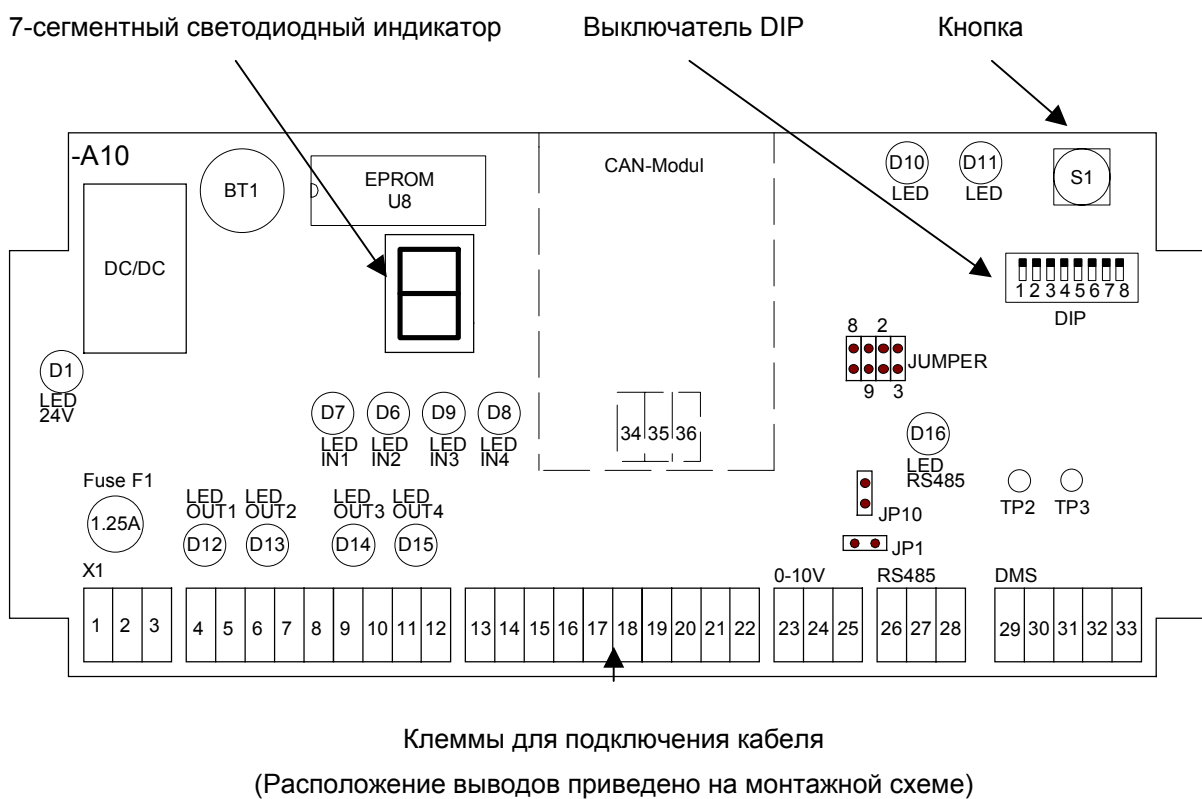

Рис. 2.1
1. Соединение: Электроника гибкого стержня (клеммы 29-33 на рис. Рис. 2.1)
2. Соединение: Электроника запорного устройства (клеммы 4, 5 и 8 на рис. Рис. 2.1)
Для настройки служат 8 выключателей DIP и кнопка ввода на плате **igs** (см. рис. Рис. 2.1):